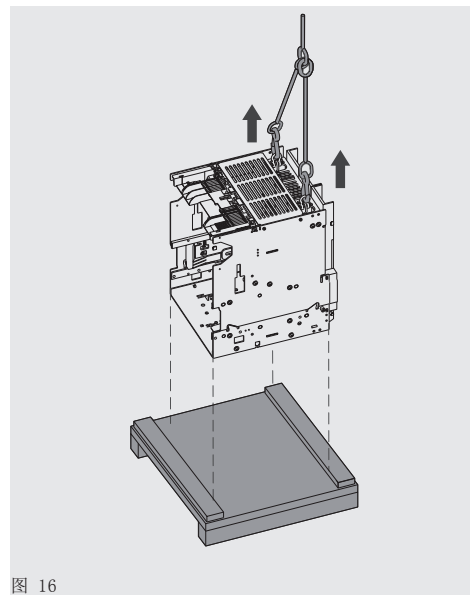

图 16
1. 用随固定部分提供的两个吊钩将固定部分从包装底座中提举起来。请查看 图 16.